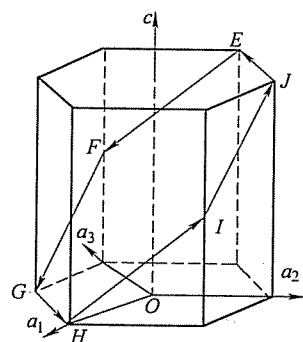

图 27-2 第二题第 2 小题图
2. 写出图 27-2 所示六方晶胞中  $EFGHIJ$  面的密勒-布拉菲晶面指数, 以及  $EF$ 、 $FG$ 、 $GH$ 、 $HI$ 、 $IJ$ 、 $JE$  各晶向的密勒-布拉菲晶向指数。